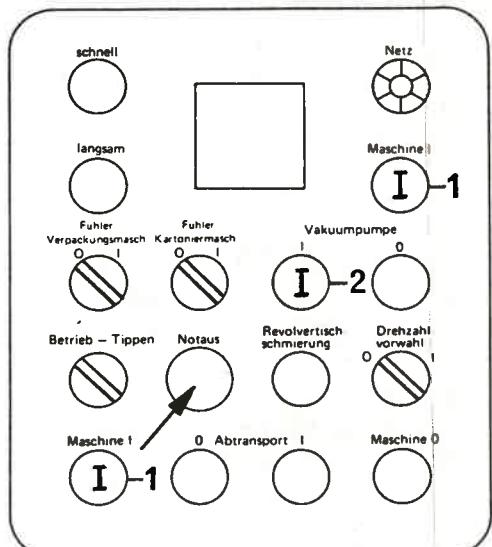

Bild 147
8. Vakuumpumpe durch Betätigung des Tasters „Vakuumpumpe I“ einschalten (Bild 147/2).
9. Maschine durch gleichzeitiges Betätigen der Taster „Maschine I“ (Bild 147/1) einschalten und einige Zeit unter Beobachtung laufen lassen. Bei Komplikationen sofort „Notaus“ (Bild 147/Pfeil) betätigen.